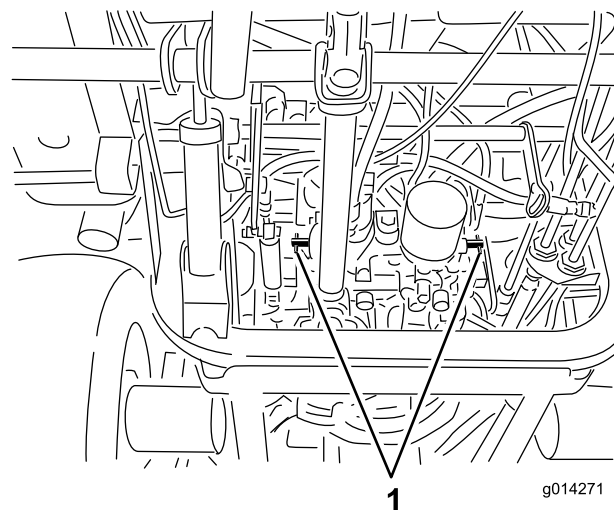

Рисунок 25
3. Поверните каждый перепускной клапан на один оборот против часовой стрелки (Рисунок 25).
1. Поверните каждый перепускной клапан на один оборот по часовой стрелке и затяните их вручную (Рисунок 25).
2. Затяните клапаны с моментом приблизительно 8 Н·м, как показано на Рисунок 25.